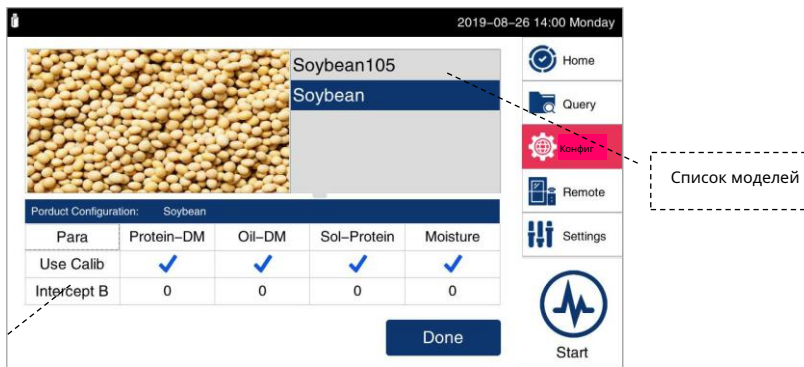

Рисунок 7. Конфигурация и настройка модели.
- 2) «Конфигурация» отображается как Рисунок 7.